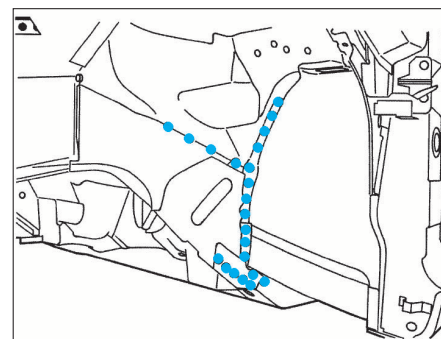

FIG. 26
- Souder par bouchonnage à l'arc sous gaz protecteur (Fig.26).